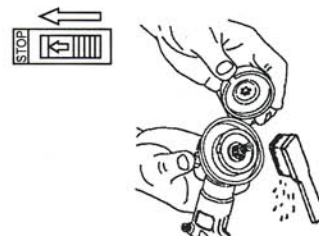

Рис. 22
- (1) По окончании работы снимите держатель А, удалите обрезки и траву с внутренней стороны и начисто вытрите. Также вытрите угловую трансмиссию и трубу вала. (Рис. 22)